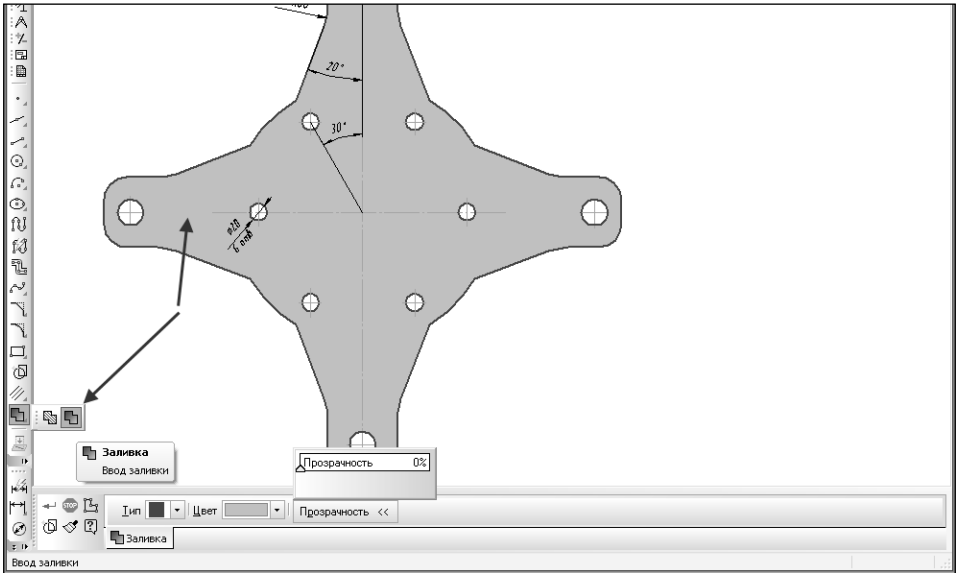

Рис. 10.86. Команда «Заливка»
- Кнопка **Заливка**  предназначена для заполнения выбранного пространства сплошным или изменяющимся в пространстве (градиентным) цветом (рис. 10.86).